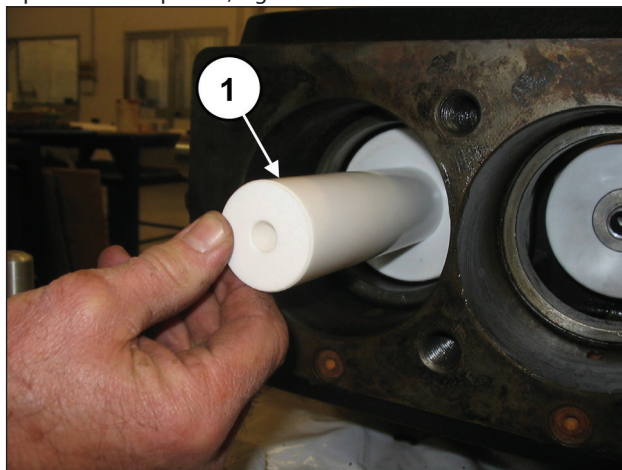
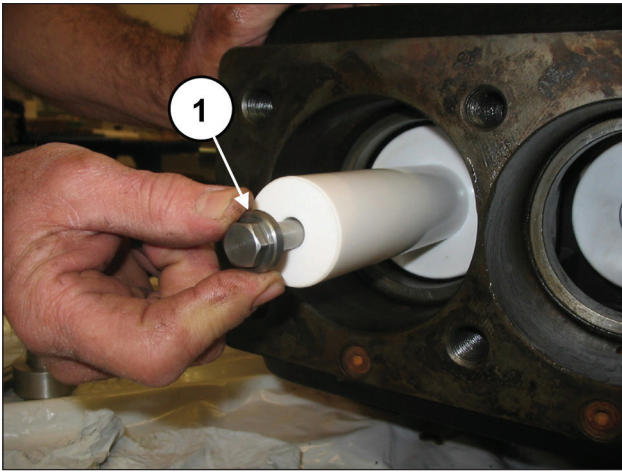

Fig. 147
Fig. 148
Monte os pistões nas respectivas guias (pos. ①, Fig. 147) e prenda-os na pos. ①, Fig. 148.